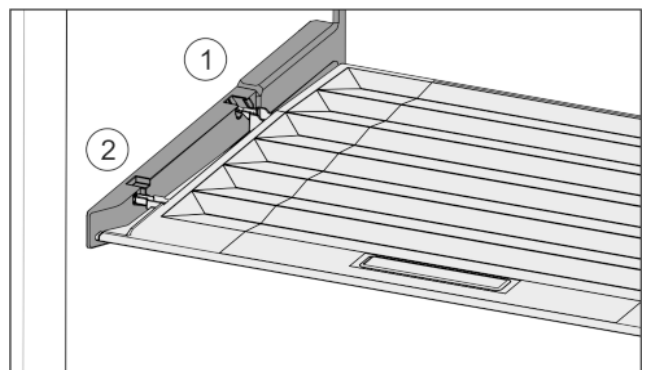

Fig. 30
- ▶ Deckelstege über Öffnung der hinteren Halterung Fig. 30 (1) einführen und vorne in Halterung Fig. 30 (2) einrasten.